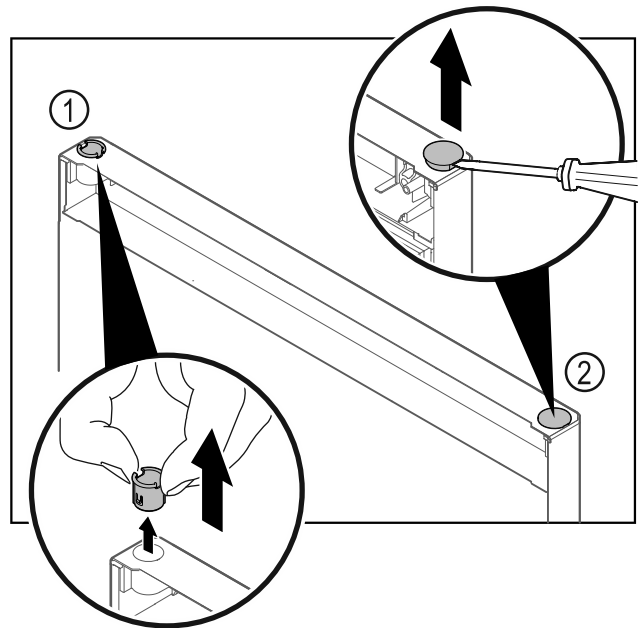

Fig. 28
- ▶ Pouzdro závěsu Fig. 28 (1) vytáhněte prsty.
- ▶ Krycí zátku Fig. 28 (2) opatrně nadzvedněte plochým šroubovákem a vytáhněte.